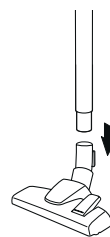

рис. 3
- Вставьте в телескопическую трубку комбинированную насадку-щётку (рис. 3)